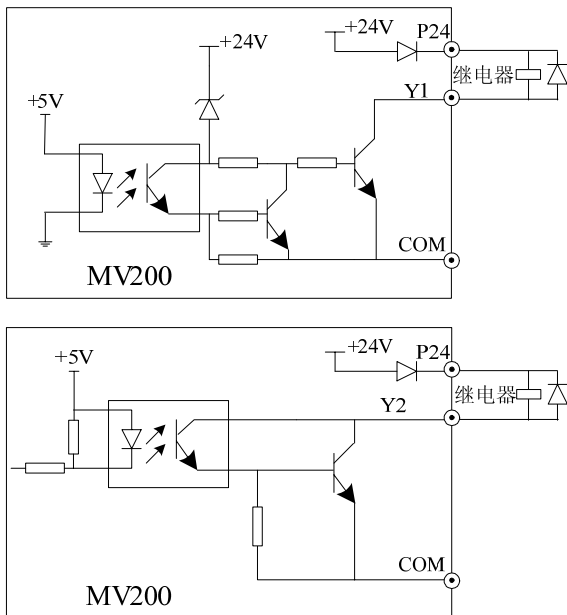

图3-17 多功能输出端子接线方式 1
1. 多功能输出端子 Y1、Y2 可使用变频器内部的 24V 电源，接线方式请参见图 3-17。